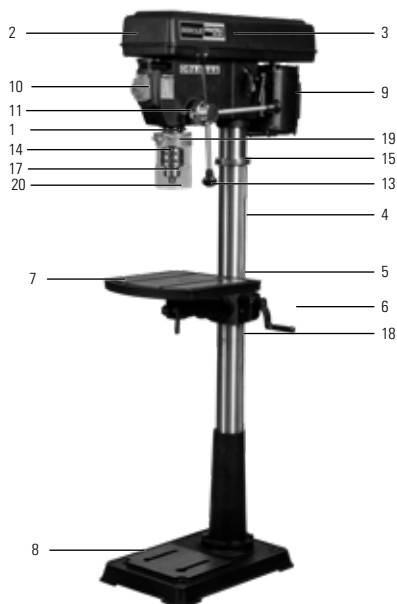

FIGURA 7.1
- Separe todas as peças embaladas, e compare cada um dos itens com a ilustração e a lista de peças soltas (Figura 7.1 e 7.2).